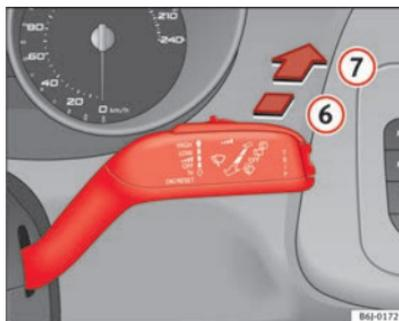

Fig. 65 Levier d'essuie-glace et de lave-glace : essuie-glace arrière
- Poussez le levier vers l'avant jusqu'au cran ⑥ ⇒ fig. 65. L'essuie-glace fonctionne environ toutes les 6 secondes. ▶
- Poussez complètement le levier vers l'avant en position **7** ⇒ fig. 65. L'essuie-glace et le lave-glace fonctionnent simultanément. Tant que vous maintenez le levier dans cette position, le lave-glace continuera à fonctionner.